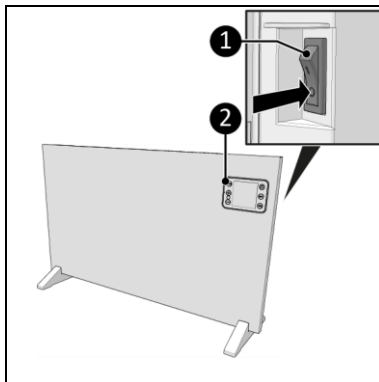

Figura 16
1. Setează comutatorul ON/OFF în poziția ON (Figura 16, poz. 1).
2. Afișajul (Figura 16, poz. 2) va arăta OFF.
1. Asigurați-vă că comutatorul ON/OFF este în poziția OFF (Figura 16, poz. 1).
2. Scoateți ștecărul din priză (Figura 16).